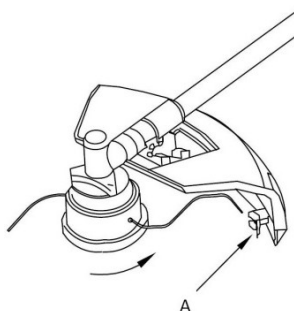

Fig. 9
- **Protecteur:** utilisez le protecteur équipé du support noir de la lame tranche-fil (Fig.9) qui coupe le fil à la mesure désirée.